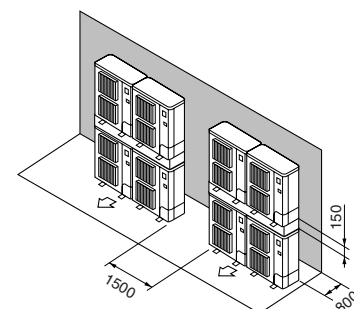

Fig. 2-14
- ⑦ Anlagen in gestapelter Anordnung (Fig. 2-14)